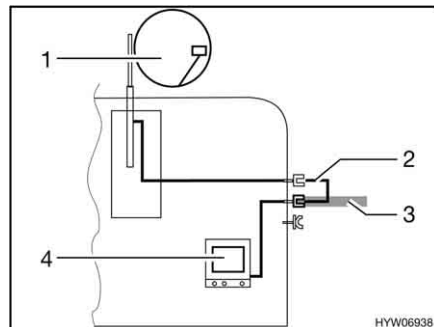

Fig. 183 TV dans le véhicule
- TV dans le véhicule (Fig. 183,4) : Raccord à l'antenne sur le toit (Fig. 183,1) avec câble d'alimentation (Fig. 183,2)
- TV dans le véhicule (Fig. 183,4) : Raccord à l'antenne extérieure (Fig. 183,3)